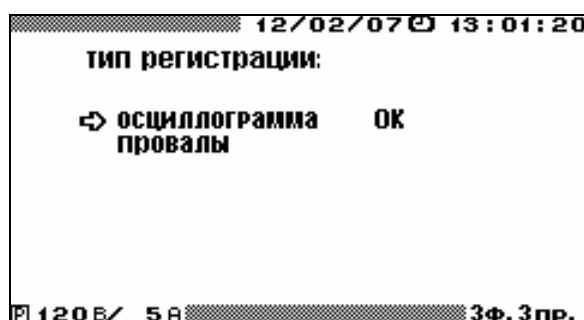

Рисунок 4.5.2 Окно выбора типа регистрации
Для выбора типа регистрации необходимо подвести курсор к пункту "Тип регистрации" и нажать клавишу "ENT". При этом отобразится список (рисунок 4.5.2), для выбора необходимо подвести курсор к требуемому типу и нажать клавишу "ENT".
заданное в окне параметров поверки (рисунок 4.5.2) номинальное значение полной мощности нагрузки поверяемого ИТН ($B \cdot A$);
заданное в окне параметров поверки (рисунок 4.5.2) номинальное значение напряжения вторичной обмотки (B);